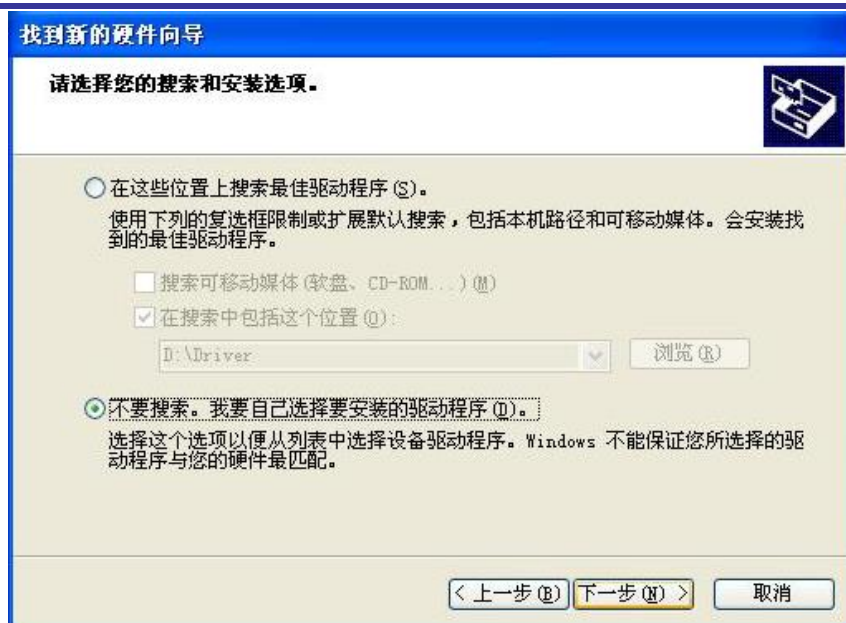

图 2-2 运动控制器驱动程序安装界面 2
- (2) 在 D:\driver 找到先前已下载完毕的驱动程序。
- (3) 选择“从列表或指定位置安装(高级) (S)”，点击“下一步(N)”。如图 2-1 及图 2-2 所示。